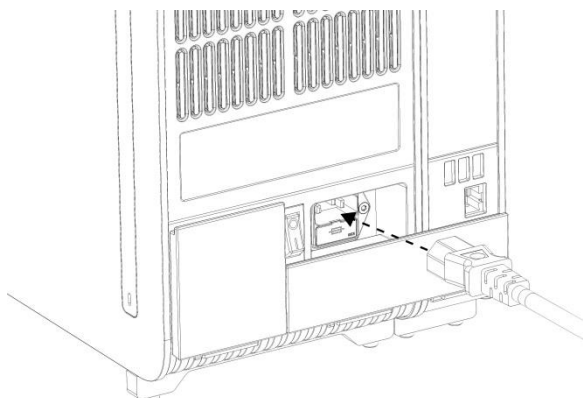

Рис. 7. Подсоединение кабеля питания.
7. Подсоедините кабель питания, входящий в комплект поставки QIAstat-Dx Analyzer 1.0, к задней панели аналитического модуля (рис. 7).